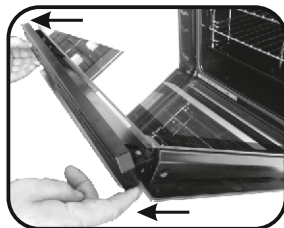

Figura 4
• Rimuovere la copertura metallica superiore tirandola verso l'alto. (Figura 4)